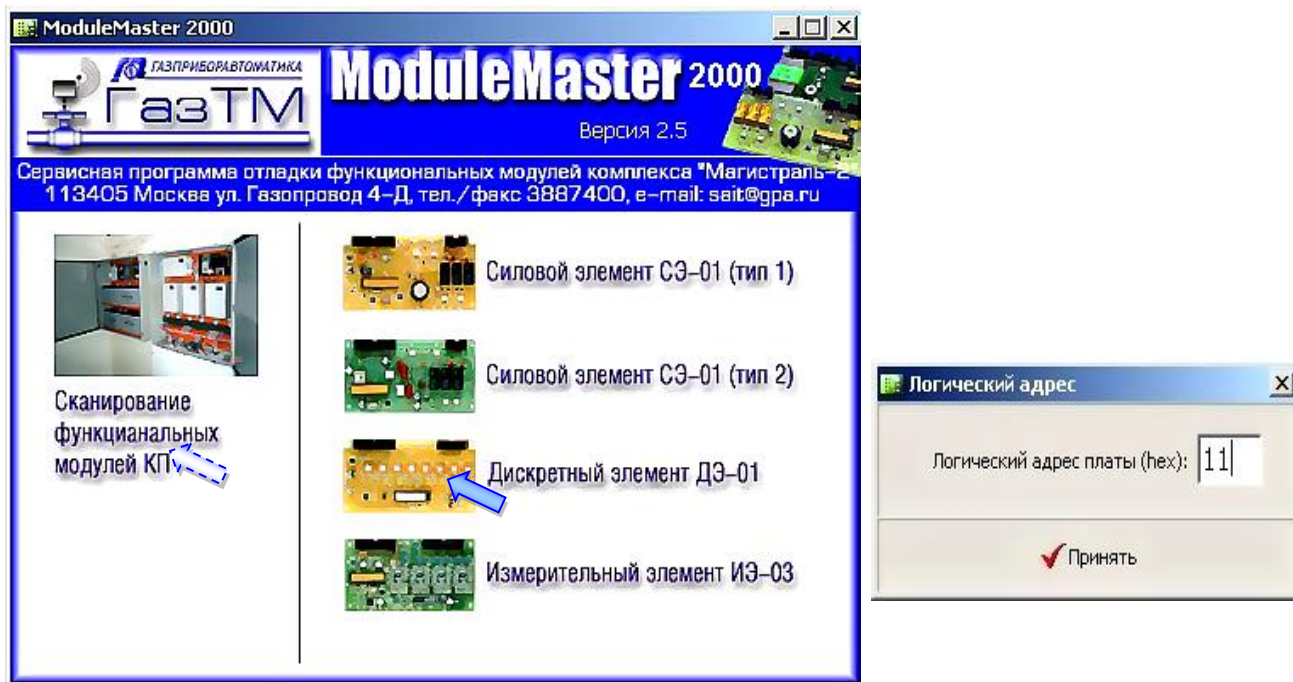

Рисунок 6 – Тестовая программа «Модуль Мастер»
3.2.5 Для проверки работы модуля ДЭ-01 используется специальная тестовая программа «Модуль Мастер», рассчитанная на программно управляемые модули со своими логическими адресами. Внешний вид титульного листа программы показан слева на рисунке Рисунок 6. Для проверки работы выбирается плата модуля дискретного элемента ДЭ-01 с помощью левой клавиши мыши (положение курсора показано сплошной стрелкой). После выбора модуля появляется окно «Логический адрес» (справа на рисунке 6).